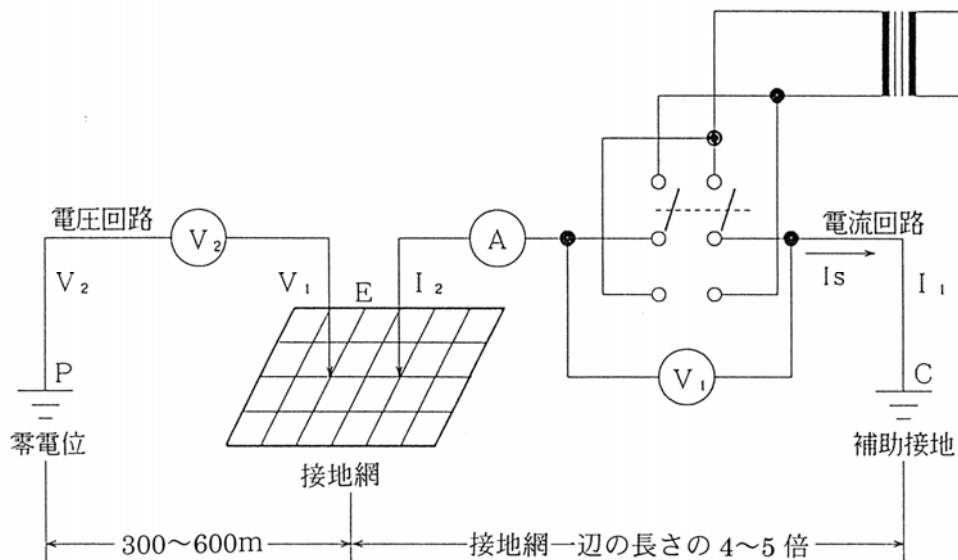

図1
2. 測定接地極電位に対して接地網一辺の長さの4～5倍の離れた地点に補助電流極（C極）を打ちます。（図1）
4. 測定器の各端子（I1，I2，V1，V2）を，図1を参考に接続します。